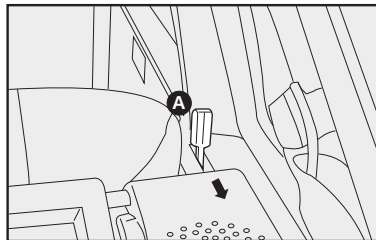

fig. 67
- 2) Desenganche el respaldo, utilizando las palancas laterales **A**-fig. 67 en el sentido de la flecha.